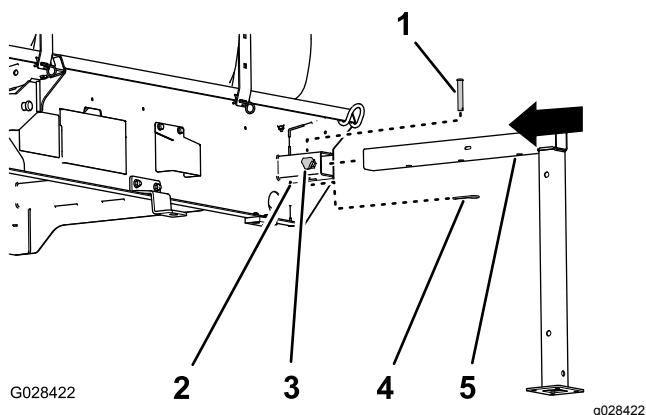

図 130
1. 前用のジャッキスタンドを、タンク前部のジャッキスタンド受けに合わせる図 130。
2. ジャッキスタンドをスタンド受けに差し込み、スタンドの水平チューブの中央の穴をジャッキ受け上部の穴に整列させる図 130。
4. ジャッキ受けにロックノブを取り付けて手締めする図 130。